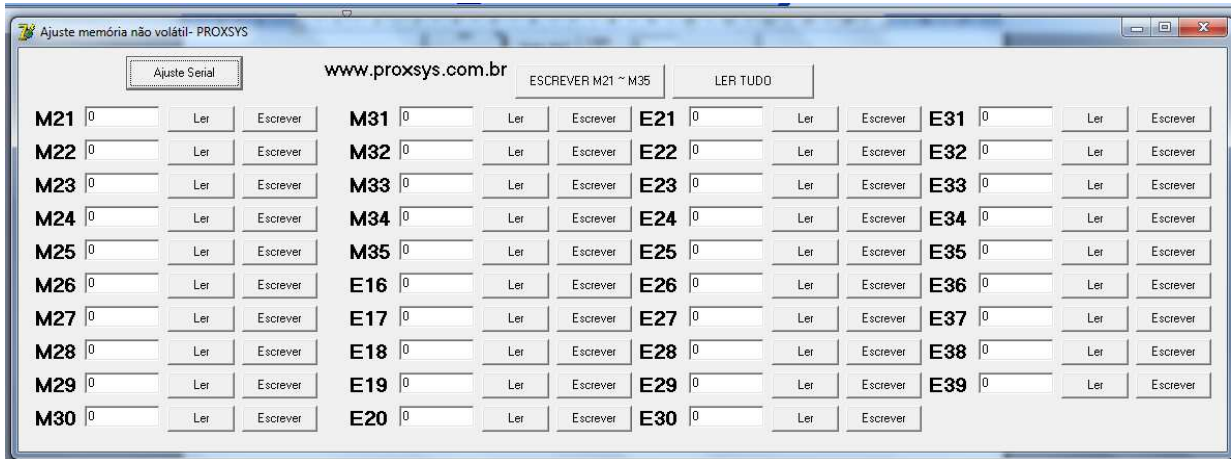

Figura 4 – Visão geral do programa Ajuste memórias EEPROM
Além deste programa de calibração e ajuste, está disponível também no instalador **CLP_proxsys_util_V5.exe** um programa para ajuste das memórias não voláteis EEPROM do CP-WSMIO2DI2DO, chamado **Ajuste memórias EEPROM** . O aspecto deste programa pode ser visto na figura 4.
O controladores CP-WSMIO2DI2DO, tem a possibilidade de configuração para geração de pulsos para driver de motor de passo. Os pulsos são gerados através da saída digital PNP- Q1 (24 Vcc – ver recomendações do driver do motor), que pode operar tanto como uma saída comum como quanto uma saída de geração de pulsos. A forma como a saída Q1 opera é configurada pelo programa Ajuste memórias EEPROM mostrado na figura 4 disponível no instalador **CLP_proxsys_util_V5.exe**, mostrado no item 5.